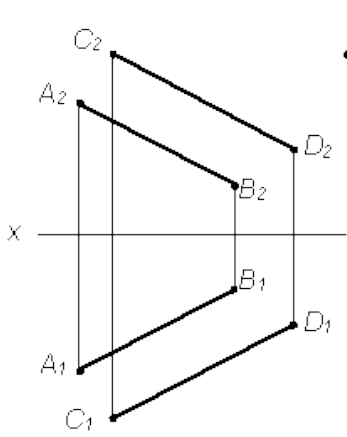

Рис.1.
1. Найти горизонтальную проекцию точки К, если она принадлежит плоскости, заданной $AB \parallel CD$ (рис. 1):